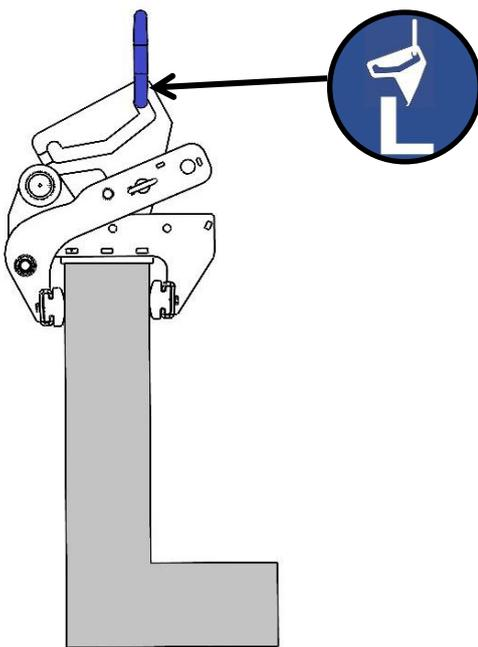

Abb. 1
Zur Veränderung des Greifbereichs muss zuerst der Klapstecker (1) entfernen und dann der Steckbolzen (2) herausgezogen werden (→ Abb. 1).
Die meisten Greifgüter (L-Steine) mit außermittigem Schwerpunkt können mit dem Gerät (WEZ) senkrecht versetzt werden (→ Abb. 1). Es gibt jedoch Elemente mit extrem außermittigen Schwerpunkten, die **nicht über den Schwerpunktausgleich eingestellt werden können**. In diesen Fall ist ein **maximaler Schräglagenwinkel von max. 5° beim Anhebevorgang zulässig** (→ Abb. 2).